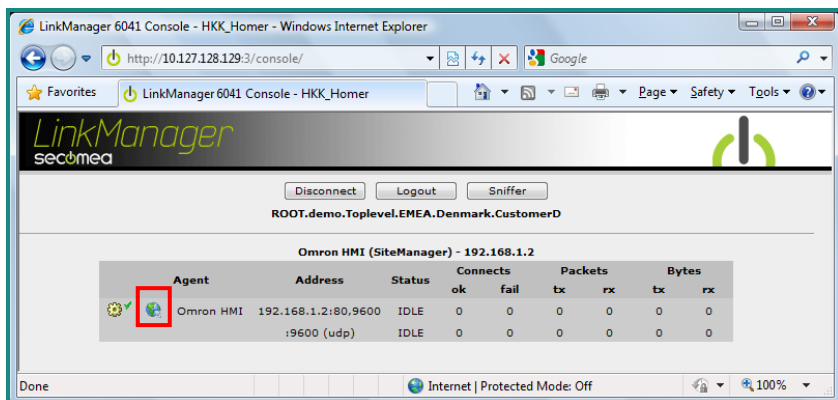

图 5 LinkManager 屏幕
3. 点击图 5 中所标注的 <图标> 连接到 Omron HMI 界面。